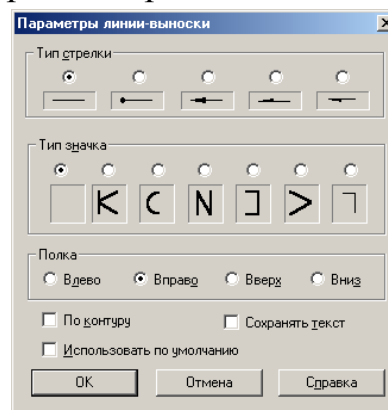

Рис. 53
- щелчком на поле **Ввод текста** вызовите соответствующее окно и введите необходимые строки (рис. 53);